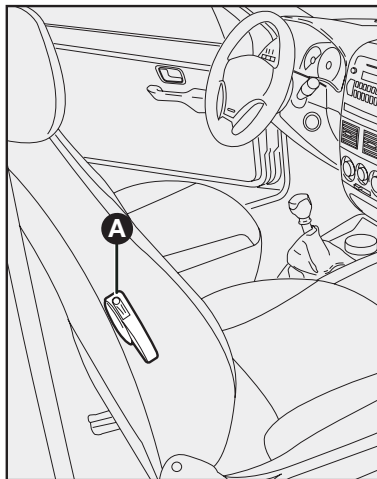

fig. 11
ACESSO AOS BANCOS TRASEIROS (versão Strada Cabine Dupla) - fig. 11
- puxe para cima a alavanca **A-fig. 11**, mantendo-a acionada e rebata o encosto para frente.